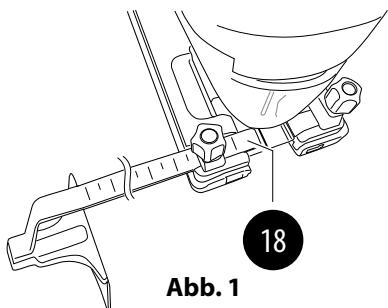

Abb. 1
3. Stellen Sie den Abstand ein, indem Sie die gewünschte Zentimeteranzahl auf dem Seitenanschlag über der roten Linie **18** ausrichten (siehe **Abb. 1**).
• Zeichnen Sie zunächst eine gewünschten Linie auf dem Werkstück ein, nach der Sie sich richten können. Mithilfe der roten Linie zwischen den Feststellschrauben (siehe **Abb. 1**, Seite 18), können Sie das Produkt entlang Ihrer eingezeichneten Linie führen, um das Werkstück präzise zu sägen.